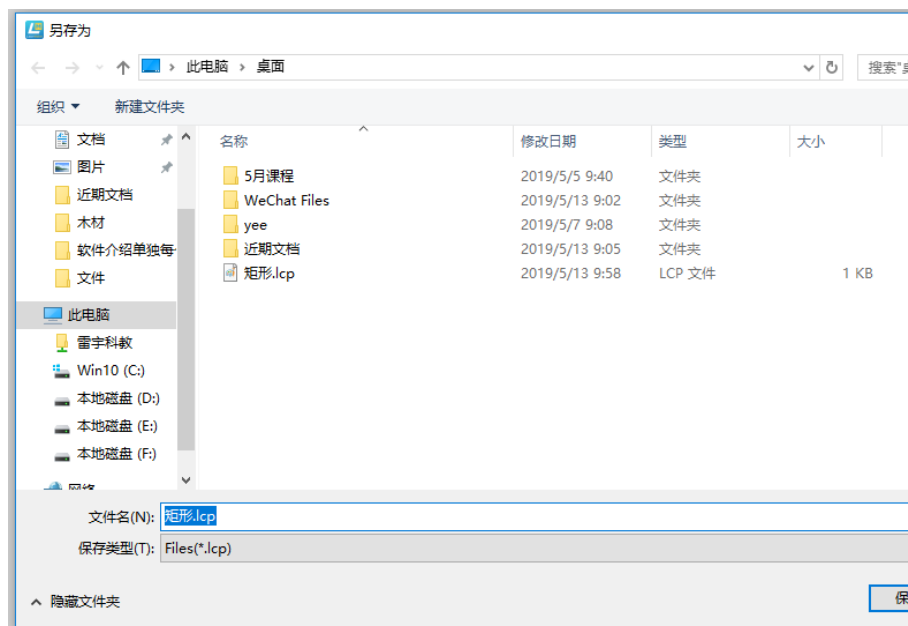

图 2-6
所示，弹出【另存为】对话框，如图 2-6 所示，在左侧找出要存盘的路径，在【文件名 (N)】右侧的编辑框内输入一个文件名，以便于以后查找文件，保存的文件类型为“.lcp”，单击【保存】。
- 单击【文件】，在下拉菜单中选择【导出】，弹出【另存为】对话框，与方法一相同，在左侧找出要存盘的路径，在【文件名 (N)】右侧的编辑框内输入一个文件名，这里保存的文件类型为“.plt”，单击【保存】，plt 格式为主流通用格式，兼容市面上所有的主流激光切割机。